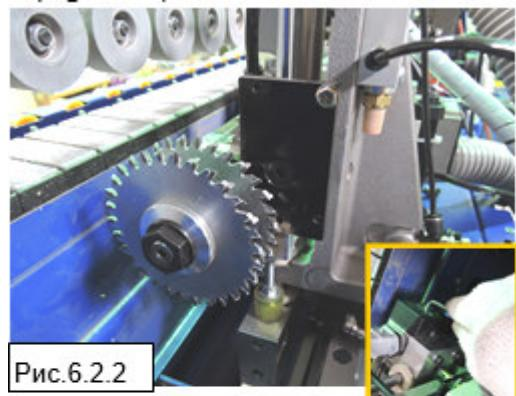

Рис.6.2.2
2. Отсоедините пылеотводящий шланг и выкрутите 2 винта А (Рис. 6.2.1), ослабьте 1 винт В (Рис. 6.2.1). Затем снимите вытяжной штуцер (Рис. 6.2.2).